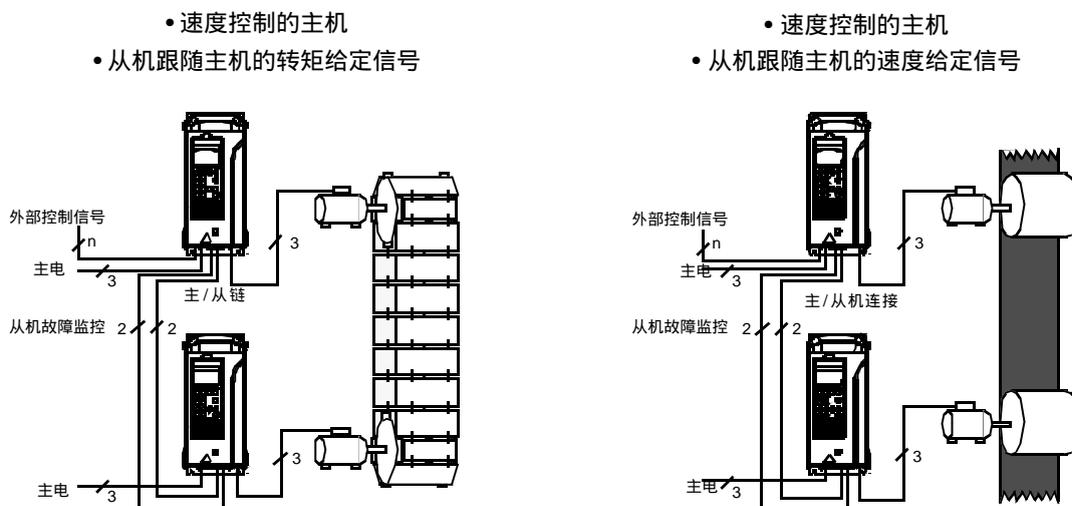

图 1. 主 / 从机应用，图解
- 当主机和从机的电机轴通过齿轮、链条等进行刚性连接时，从机应该采用转矩控制模式，以使传动单元之间不存在速度差异（参见图1 主 / 从机应用，图解）。
- 当主机和从机的电机轴采用柔性连接时，从机应该采用速度控制模式，因为传动单元之间允许存在微小的速度差异（参见图1 主 / 从机应用，图解）。当主机和从机都为速度控制时，一般要使用降落斜率（参数 60.06 DROOP RATE）。